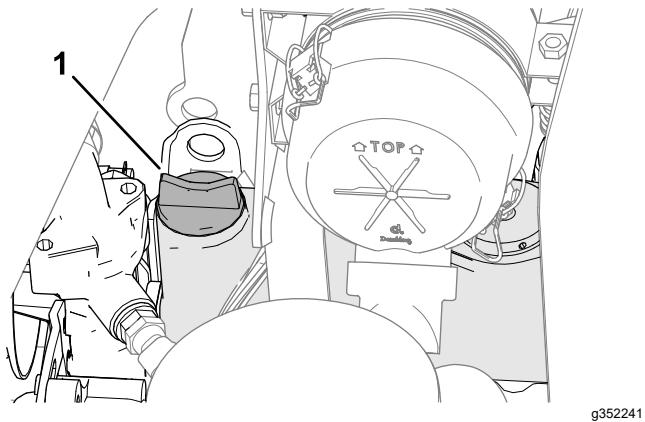

Figura 64
- Se l'olio è insufficiente, togliete il tappo di rifornimento (Figura 64) e aggiungete lentamente piccole quantità di olio, controllando spesso il livello, finché non raggiunge il segno di pieno sull'asta.